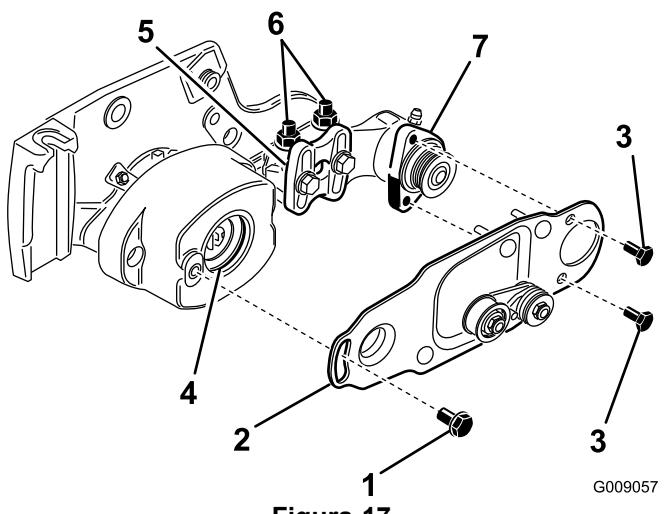

Figura 17
7. Retire los 2 tornillos de caperuza que sujetan la placa de pivote del cepillo del rodillo al alojamiento del cojinete (Figura 17).
8. Retire el perno de cuello largo que sujetla la placa de pivote del cepillo del rodillo al alojamiento del cojinete (Figura 17).
9. Retire la placa de pivote con el conjunto de la polea tensora todavía acoplado (Figura 17).